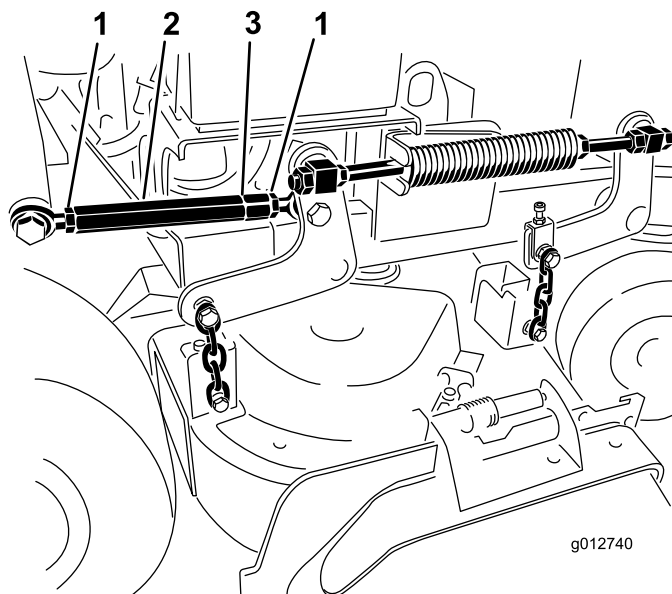

Figure 85
7. Desserrez les écrous de blocage à chaque extrémité du tendeur (Figure 85).
Remarque: L'extrémité du tendeur portant la gorge usinée est filetée à gauche (Figure 85).